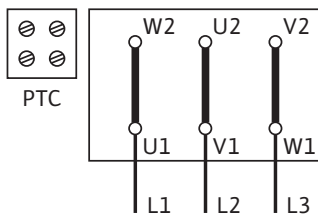

Fig. 45: Y-Δ paleidimas (standartas)
Elektros prijungimo schema nurodyta ant gnybtų dėžutės (taip pat žr. Fig. 45/46).
- Gnybtų juostos maitinimo įtampa priklauso nuo variklio galios P_2 , tinklo įtampos ir įjungimo būdo. Sujungimo tiltelių gnybtų dėžutėje jungimo schema parodyta toliau pateiktame sąraše „Lent. 4: Prijungimo gnybtų išdėstymas“ p. 17 ir Fig. 45/46.
Paleidimas žvaigžde-trikampiu (Y-Δ) (standartas)	Jungiamųjų tiltelių pašalinimas (Fig. 45)